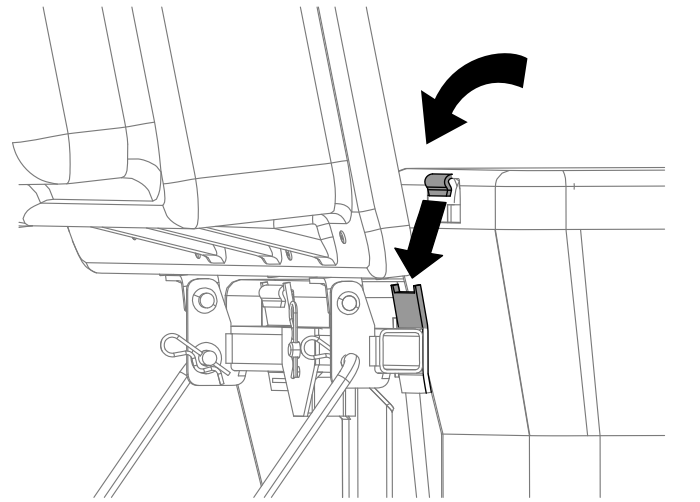

Figura 12
4. Levante la tapa del ensacador e instale las bolsas, colocando el enganche del bastidor de cada bolsa sobre los soportes de retención (Figura 12).